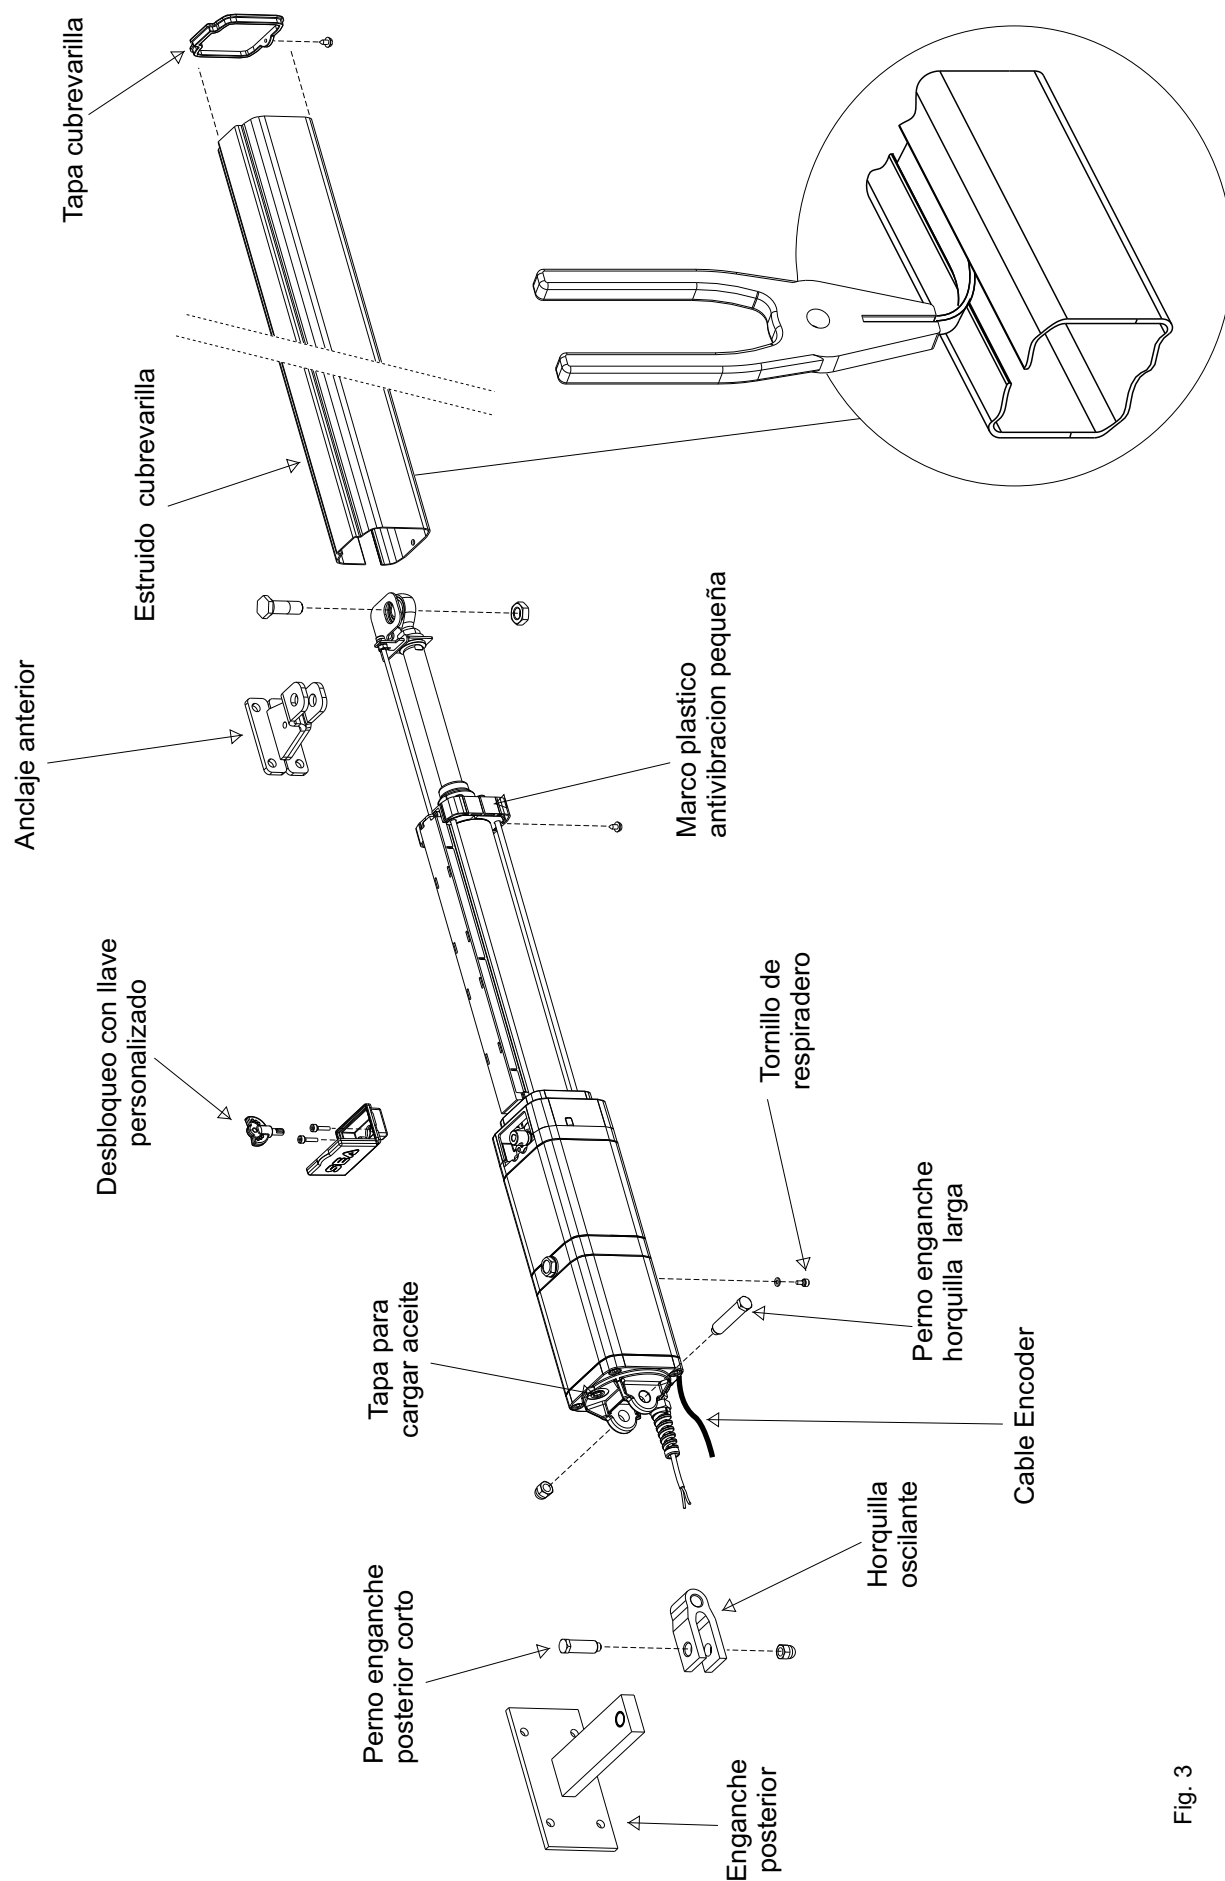

Fig. 3
- Abrir con cuidado el embalaje , haciendo atencion a no perder los componentes que estan aparcent en fig.3